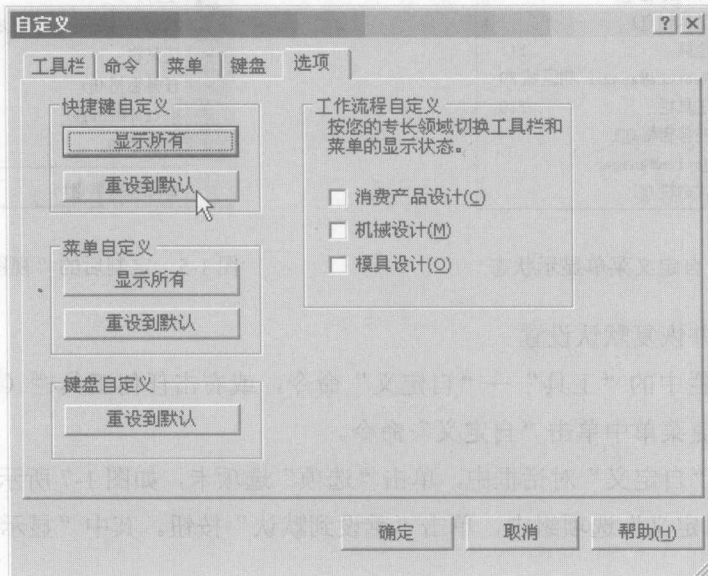

图 1-7 取消定制
① 单击菜单栏中的“工具”→“自定义”命令，或右击任何工具栏（不包括命令管理器），在弹出的快捷菜单中单击“自定义”命令。
② 在弹出的“自定义”对话框中，单击“选项”选项卡，如图 1-7 所示。在“快捷键自定义”或“菜单自定义”选项组中，单击“重设到默认”按钮。其中“显示所有”按钮用来显示所有的命令。
③ 单击“确定”按钮，保存设置。